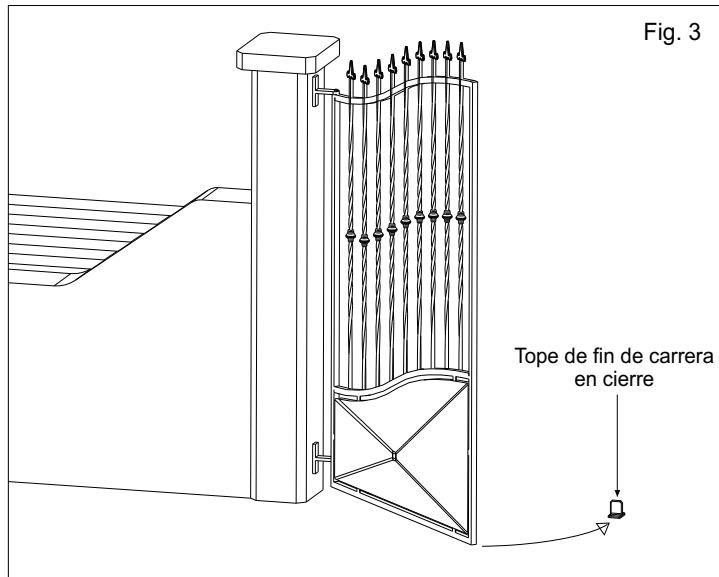

Fig. 3
- E. en caso de hoja de longitud superior a 1,8 metros y 150 kg. de peso, es aconsejable fijar al piso un tope mecanico en cierre (Fig. 3).